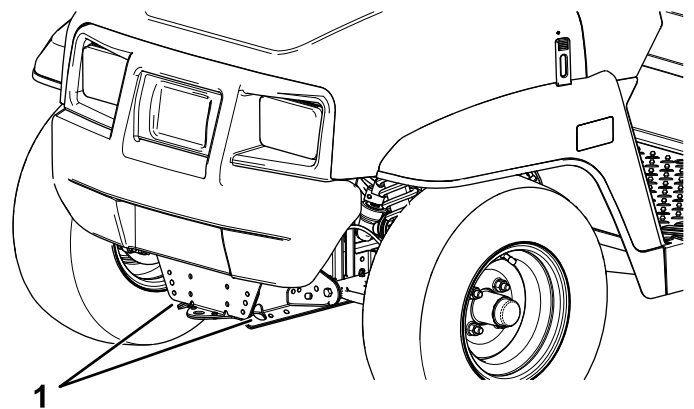
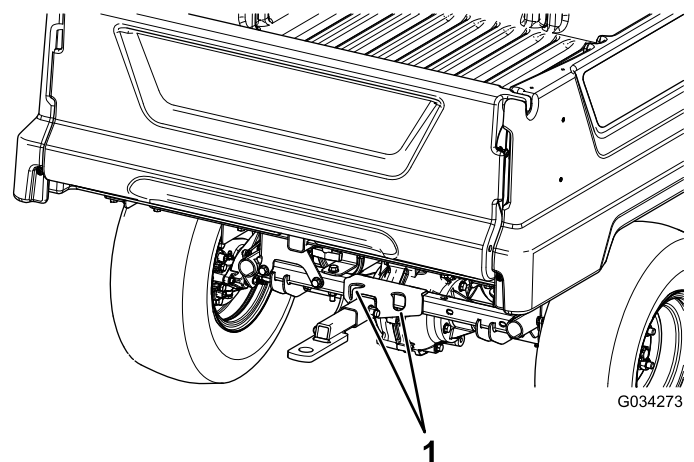

Figura 19
Figura 20
Vedere Figura 19 e Figura 20 per conoscere la posizione dei punti di attacco sulla macchina.
2. Fissate una fune di traino al timone sulla parte anteriore del telaio della macchina (Figura 20).